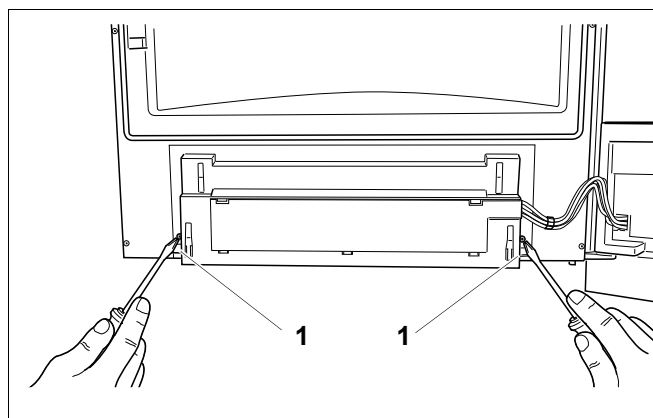

Bild 125 Lossa skruvarna
- Lossa 2 skruvar från manöverpanelen på baksidan av panndörren (bild 125, pos. 1).